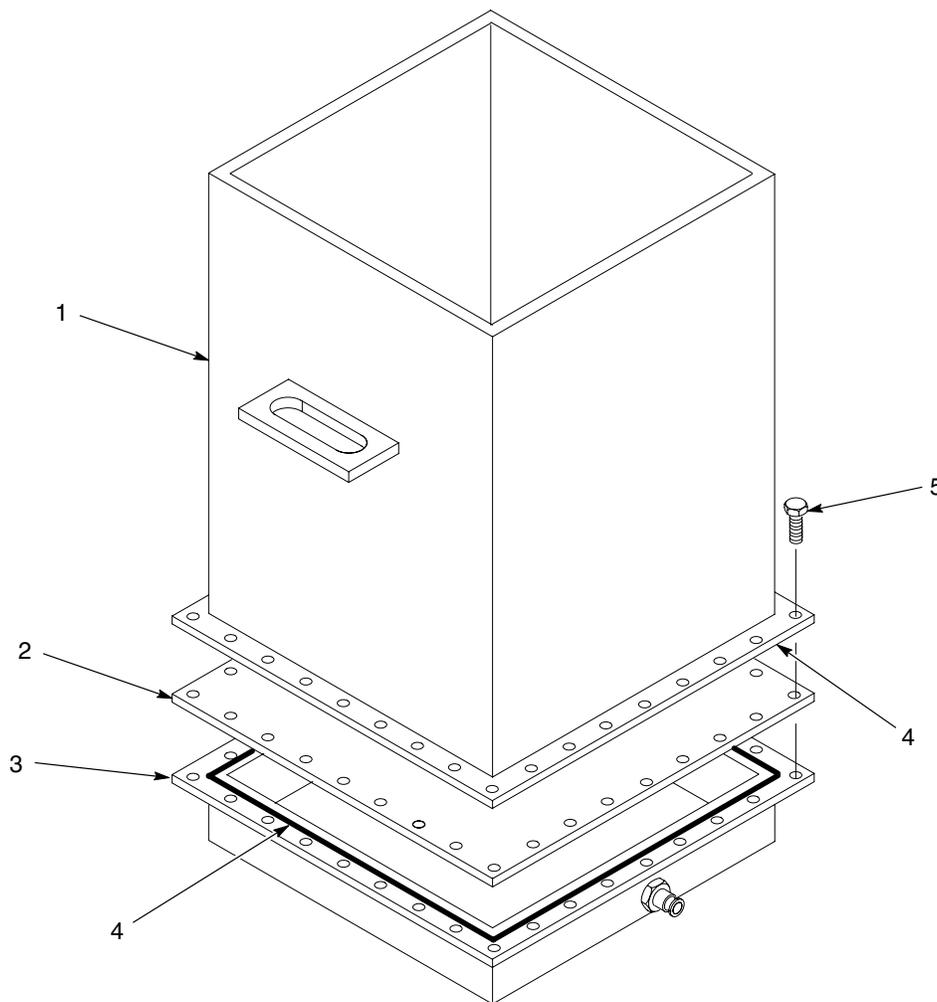

Figura 8-14 -Sustitución de la placa de fluidificación de la tolva de alimentación de 75 lb
2. Ver la figura 8-14. Extraer los tornillos (5) que fijan el cuerpo (1) a la cámara de aire (3). Elevar el cuerpo con respecto a la cámara de aire.
3. Extraer y despegar la placa de fluidificación antigua (2).
5. Comprobar las juntas tóricas obturadoras (4) en el cuerpo y los salientes de la cámara de aire y asegurarse de que estén instalados de manera segura en las ranuras salientes.